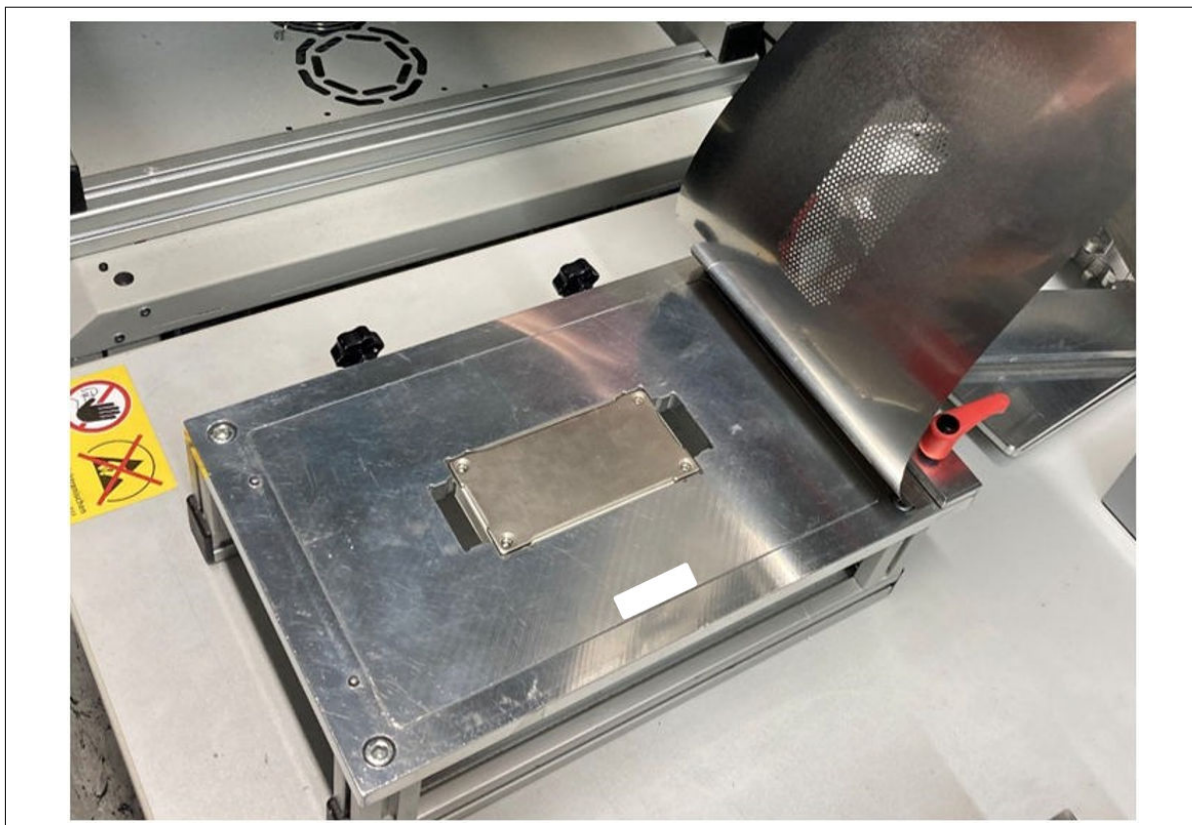

図4 モジュールの位置合わせ
2. テンプレートとモジュールの位置を合わせるためには、モジュールを対応する保持固定具に挿入し、所定の位置に固定してください。次に、サーマルコンパウンドを塗布するベースプレートを上向きにして、その上に対応するテンプレートを置いてください。保持固定具を、図 4 に示します。